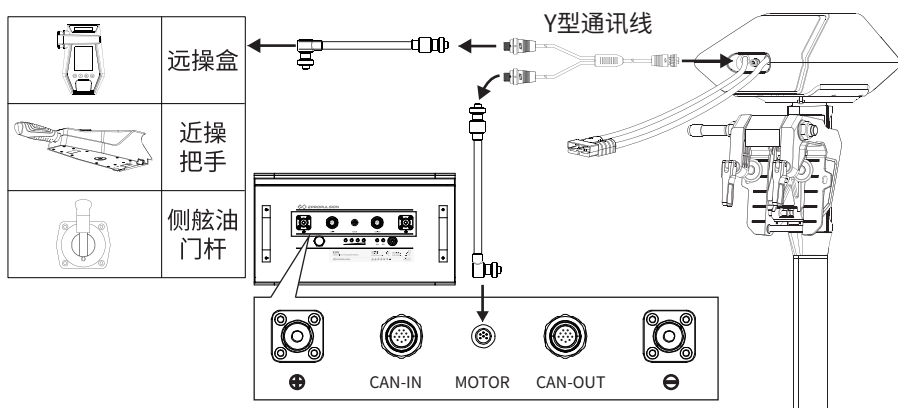

图2-2
- ③ 若与逸动科技船外机连接的同时，还需要与远操盒、近操把手、侧舷油门杆等操控系统有线连接时，需要使用Y型通讯线（需另外购买）进行连接（参考图2-2）。